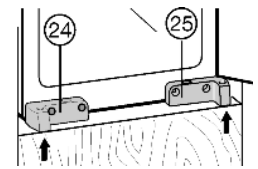

Fig. 12
- ▶ Allineare l'apparecchio in profondità: Allineare il bordo anteriore del supporto cuscinetto Fig. 12 (24), supporto cuscinetto Fig. 12 (25) e della squadra di fissaggio Fig. 12 (22) a filo con il bordo anteriore del fondo e del fianco del mobile.